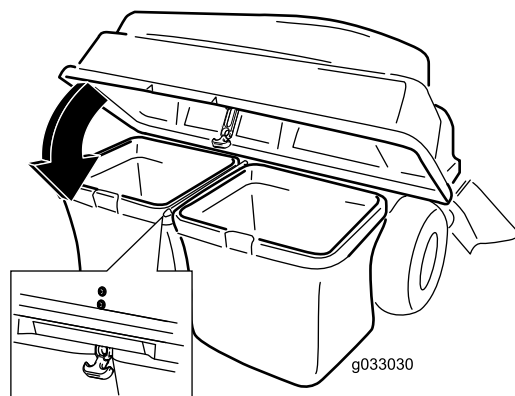

Bild 19
5. Senken Sie die Abdeckung des Heckfangsystems auf die Körbe ab (Bild 19).
6. Befestigen Sie die Abdeckung mit dem Riegel (Bild 19).